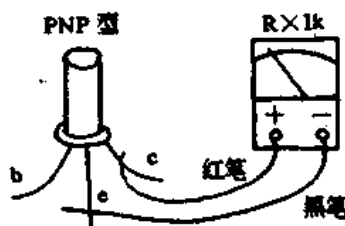

图 7-12 测晶体管的  $I_{CEO}$
(2)测量集电极—发射极穿透电流  $I_{CEO}$ 。如图 7-12 所示,万用表拨在  $R \times 1k$  档,红表笔接集电极,黑表笔接发射极,观察表针指示阻值的大小,我们也希望此值( $100k\Omega$  以上)越大越好,如果太小就说明晶体管的穿透电流  $I_{CEO}$  太大,管子性能就比较差,不能使用。